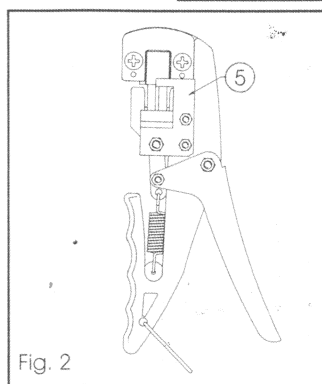

Fig. 2
- 6) Rutilizzare il piastrino N. 5 (fig. 2) per completare la battuta e richiudere il tutto con i relativi bulloni.
- 6) Use plate N. 5 (fig. 2) to complete the beat and shut the tool up again using the respective bolts.
- 6) Das Plattchen N. 5 (Abb. 2) wiederverwenden, um den Anschlag zu vervollständigen, und das Ganze mit den dafür vorgesehenen Mutterschrauben schließen.
- 6) Utilice de nuevo la placa N. 5 (fig. 2) para completar el tope y cierre el conjunto con los relativos pernos.